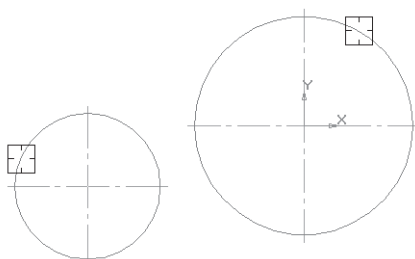

Рис. 100
- укажите два объекта, между которыми нужно построить скругление (рис. 100);